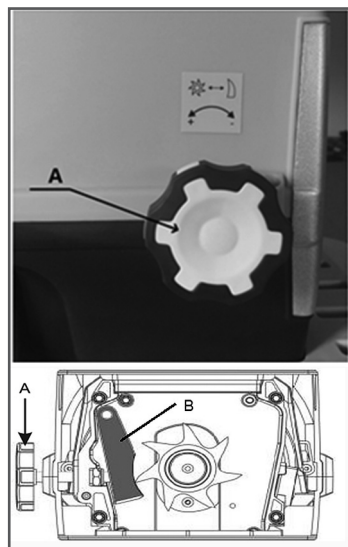

Рис. 6 Регулировка контроллиты
Для получения оптимального результата измельчения и предотвращения повреждения ножа контроллиты В (Рис. 6) должна периодически регулироваться. Для этого включите измельчитель, поверните регулировочную ручку контроллиты А (Рис. 6) по часовой стрелке, пока не будет слышен легкий шум трения, и мелкие алюминиевые стружки в течение короткого времени будут сыпаться из разгрузочного желоба. Если этого не произошло, а ручка контроллиты находится в крайнем положении, необходимо осмотреть состояние ножа и контроллиты и заменить при необходимости контроллиту.
1. Поверните регулировочную ручку контрплиты А (Рис. 6) против часовой стрелки до упора.